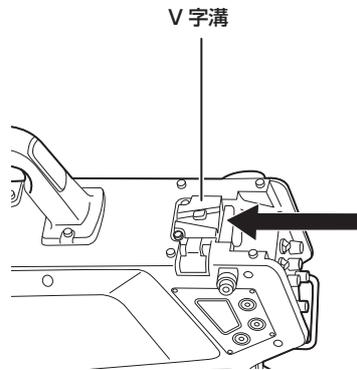

図 2
- 3 カメラ側の V 字溝に、LCD ビューファインダーの V 字突起部を合わせてスライドし、ロックがかかるまで押し込む。(図 2)